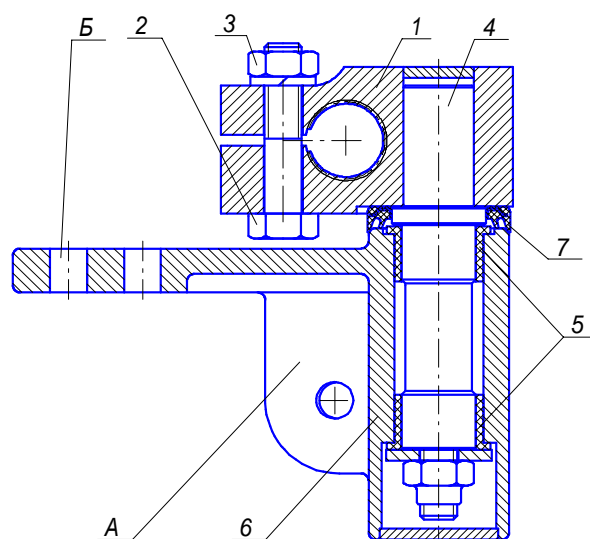
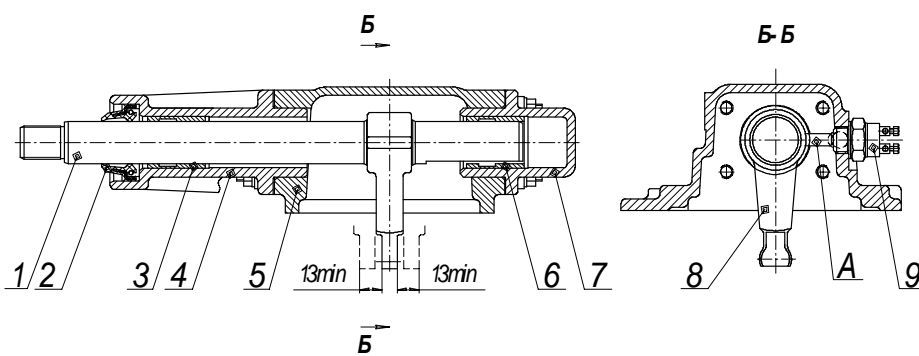

Рис. 4. Транслятор
Рис.5. Опора рычага переключения передач.
1.4. Транслятор (рис. 4) установлен на валу опоры рычага переключения передач и предназначен для преобразования возвратно-поступательного движения каната троса во вращение и перемещение вала переключателя передач.
1.5. Опора рычага переключения передач (рис.5) состоит из алюминиевого корпуса 5, удлинителя 4, крышки 7, вала 1 с рычагом 8. Вал может вращаться и перемещаться в осевом направлении в подшипниках скольжения 3 и 6. Со стороны привода вал уплотнен манжетой 2. Рычаг 8 закреплен на вале 1 и при осевом перемещении вала своей концевой частью входит в паз головки одного из трех штоков КПП. При повороте вала 1 шток перемещается и закрепленной на нем вилкой передвигает каретку синхронизатора, включая соответствующую передачу.
3.3 НЕОБХОДИМО ОБРАТИТЬ ВНИМАНИЕ на затяжку болтового соединения 2 и 3 (рис. 4), фиксирующего шлицевой корпус транслятора на валу опоры КПП.
Допускается применение самоконтрящейся гайки в болтовом соединении 2 и 3 (рис. 4).
3.6 При проведении ТО необходимо обратить внимание на целостность уплотнительных манжет транслятора (рис.4, поз.7) и опоры рычага переключения передач (рис.5, поз.2).